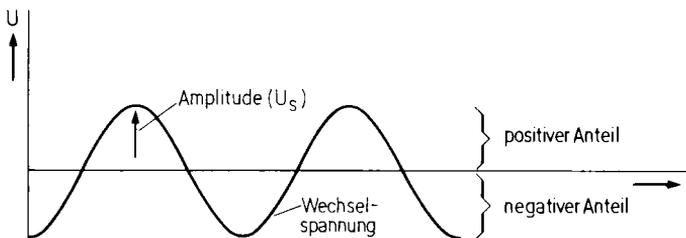

Abb. 1.1.1 Das Oszillogramm einer Wechselspannung
4. Wenn man ein Oszilloskop als Meßgerät verwendet, so erscheint auf dem Bildschirm eine sinusförmige Wechselspannung mit positivem und negativem Spannungsteil. Die Spannung zwischen der Nulllinie und der Spitze der Wechselspannung ist höher als die auf dem Vielfachmeßgerät angezeigte Spannung (Abb. 1.1.1)
Abb. 1.1.1 zeigt den Verlauf einer Wechselspannung, wie man sie auf einem Oszilloskop sehen könnte. Jede Wechselspannung besitzt positive und negative Spannungsteile. Das ist für Gleichstrom-Geräte ungeeignet, da diese durch falsch gepolte Spannungen oft sogar beschädigt werden können. Ein Gleichrichter kann in solchen Fällen eingesetzt werden, um aus einer Wechselspannung eine Gleichspannung zu machen. Heute verwendet man dazu Brückengleichrichter, die aus vier Dioden bestehen.